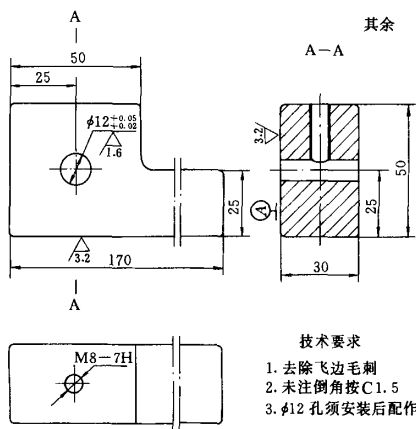

图 2
(1) 选用铸铁 (HT200) 毛坯加工成图 2 形状, 也可用钢料, 铸铁易于加工。
(2) 选好方刀架的某个刀位, 擦拭干净, 将加工好的刀杆标有④符号的表面紧贴刀位内侧面 (刀杆伸出量尽可能短些, 以保证其刚性), 然后紧固刀架螺栓, 并在刀尾部用划针作记号, 以便在再次安装时, 以此作基准。
(3) 将钻头 ($\phi 11.5\text{mm}$) 夹持在三爪自定心卡盘上, 开动方刀架逐渐靠近钻头, 开车手动进给在刀杆给定位置 (图 2 已标出) 钻通孔, 注意进给量要合适, 以免钻偏, 最后换铰刀 ($\phi 12\text{mm}$) 加注润滑油铰孔至图样尺寸。
(4) 卸下刀杆, 按图样钻出 M8 螺杆。